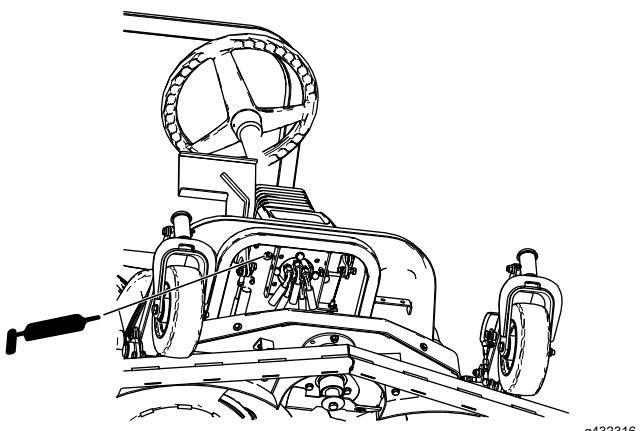

Figura 38
- Casquillo da articulação do pedal de tração (Figura 38)